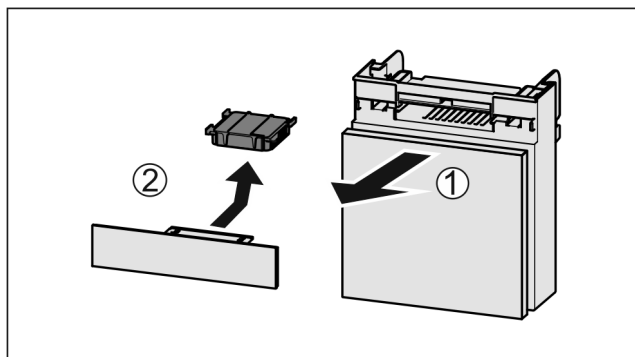

Fig. 106
- ▶ 向前拉出 Fig. 106 (1) 抽屉。
- ▶ 取出 Fig. 106 (2) 活性炭过滤器。